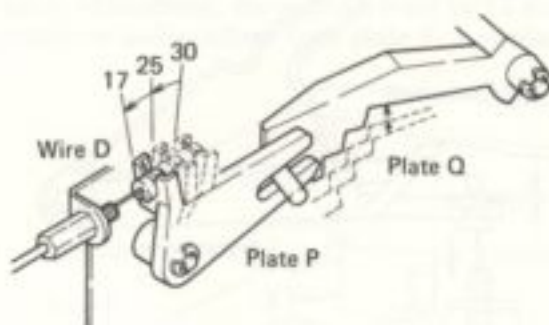

Fig. 30
**11.6 RECORD SIZE SELECTOR (Fig. 30)**